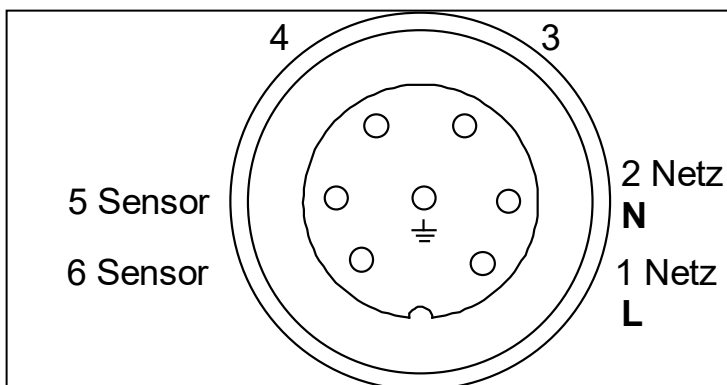

Abbildung 7 Steckerbelegung der beheizten Leitungen 3/4/5-N/M/H oder PSP-4M (-W)
- Optional kann eine Mehrpol-Kupplungsdose extern montiert werden, die mit dem Temperaturregler gemäß Anschlussbelegung (siehe Abbildung 7) verdrahtet wird. Dies ermöglicht die einfache, servicefreundliche Verbindung der beheizten Entnahmeleitungen **3/4/5-N/M/H** oder **PSP-4M (-W)** mittels des dort standardmäßig montierten Mehrpolsteckers mit dem Temperaturregler.